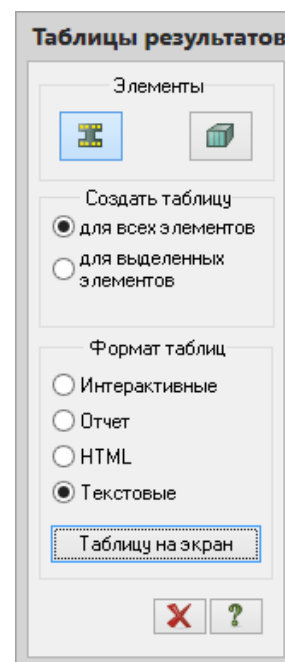

Рис.7.23. Диалоговое окно **Таблицы результатов**
- Вызовите диалоговое окно **Таблицы результатов** (рис.7.23), выбрав команду  – **Таблицы результатов для ЖБ** в раскрывающемся списке **Документация** (панель **Таблицы** на вкладке **Конструирование**).